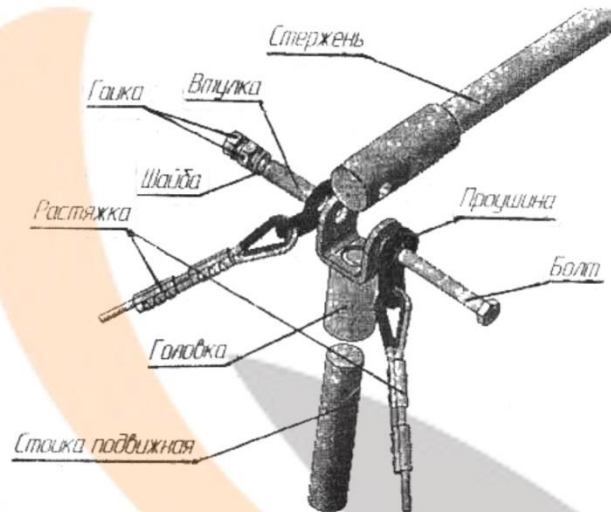

Рис. 4. Установка растяжки на головке стержня
6. Установите растяжки поз. 9 на неподвижную головку стержня (см. рис. 4).